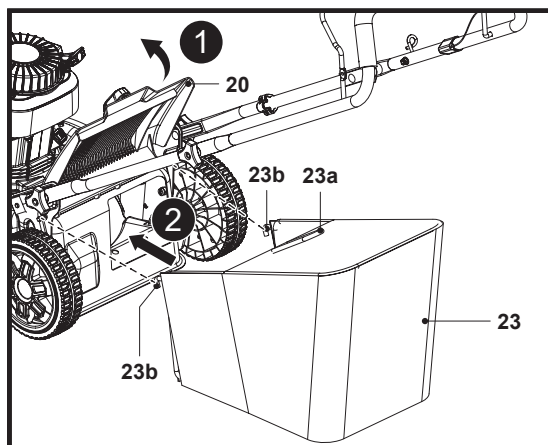

Fig. 5
3. Deschide deflectorul spate (20) și ține-l în loc (Fig. 5, pasul 1).
4. Du colectorul de iarbă (23) ținându-l de mânerul de transport (23a).
5. Aliniaza cele două cârlige (23b) cu fantele și prinde colectorul de iarbă (23) (Fig. 5, pasul 2).
6. Apoi, eliberează cu grijă deflectorul spate (20).